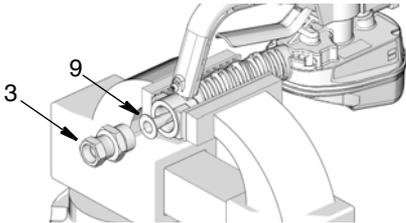

ABB. 2
2. Sieb (9) und Fitting (3) im Einlass installieren (ABB. 2). Fitting mit dem festziehen.